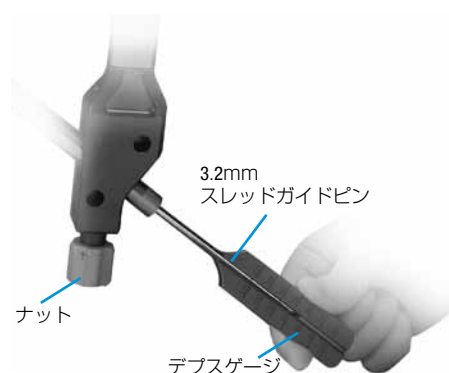

図7
3.2mmのスレッドガイドピンをピンブッシングに挿入し、大腿骨頭の軟骨下骨の位置まで進めます。Cアームを用いてガイドピンが前後面、側面ともに大腿骨頭内の中央に設置していることを確認します。デプスゲージの先端が外側皮質骨に接するまで挿入し、ラグスクリュー長を計測します(図7)。(ガイドピンの先端が軟骨下骨の場合、この計測長は挿入するラグスクリュー長を示します)